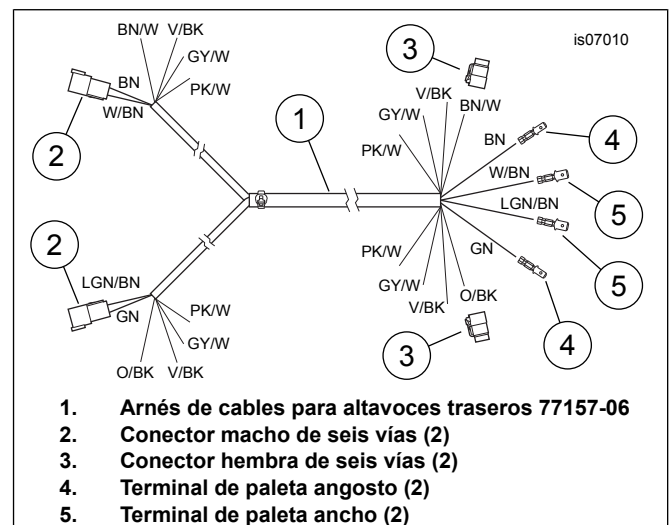
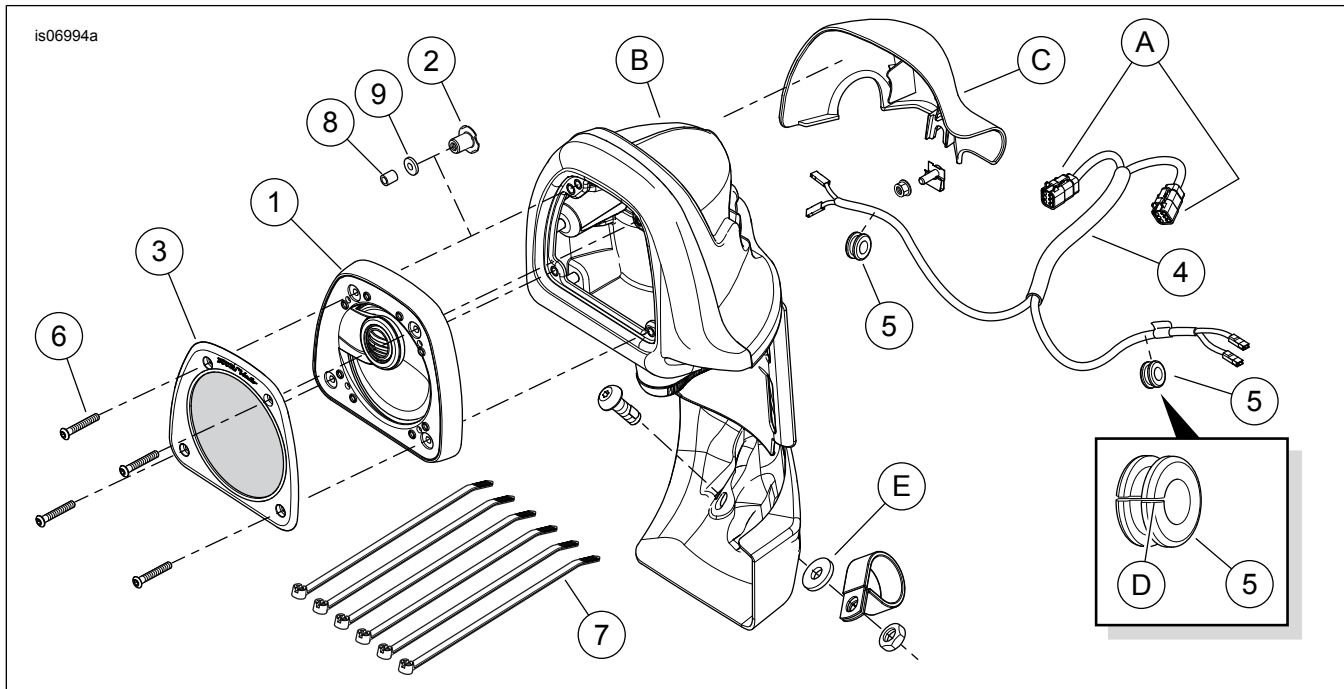

Figura 3. Arnés, altavoz del fuselaje inferior al amplificador montado en la parte trasera
Figura 4. Piezas de servicio: Altavoces de fuselaje inferior BOOM! Audio
2. **Modelos equipados con partes inferiores del fuselaje:** Vea Figura 4. Extraiga los fuselajes inferiores (B) de acuerdo con las instrucciones en el Manual de servicio. Deseche las arandelas de caucho (E) en la parte inferior del fuselaje.
6. En la parte trasera de la guantera, mida una distancia de aproximadamente 25 mm (1.0 in) hacia atrás (8) y 12 mm (0.5 in) hacia arriba (9) desde los bordes de acoplamiento de la tapa del fuselaje inferior (zona sombreada), y perforo un agujero de 9,5 mm (3/8 in) (10) en el lado interior de la pared de la guantera.
8. Vea Figura 4. Tome el arnés de cables del fuselaje inferior (4) del kit.
9. Tome el fuselaje inferior izquierdo o el derecho. Vea Figura 4, inserción. Haga un corte (D) en una de las arandelas aislantes (5) desde el borde exterior hasta el agujero central, y pásela por los cables del tramo correcto (lado derecho o lado izquierdo) del arnés de cables del fuselaje inferior (4), hasta que quede aproximadamente a 100 mm (4.0 in) del inicio del conducto en el extremo con dos terminales hembra.
2. **Acoplamiento de los conectores del altavoz del fuselaje inferior:** Vea Figura 4. Haga coincidir el color de los cables de las cavidades 5 y 6 de los conectores hembra de seis vías (A) del arnés de cables del fuselaje inferior (4) con el de los conectores machos de seis vías del arnés de la radio [41A] y [42A] o del arnés superpuesto Non-Ultra. Enchufe los conectores hembra del altavoz derecho e izquierdo en los conectores macho correspondientes. **Con arnés de la radio y SIN amplificador delantero: Con arnés de la radio Y amplificador delantero:** Inserte los cuatro cables con terminación dentro del conector del arnés de la amplificador [149B]. Vea las instrucciones del kit del amplificador Boom! Audio.
Vea Figura 3. Se necesitarán los siguientes artículos: un arnés de cables para altavoces traseros (Artículo 1, pieza № 77157-06), dos terminales de paleta de 4,8 mm (0.19 in) (Artículo 4, pieza № 72438-06), dos terminales de paleta de 6,4 mm (0.25 in) (Artículo 5, pieza № 72446-06) y seis correas de cables (pieza № 10006).
8. Conecte los conectores macho (Figura 3, Artículo 2) del arnés de cables para altavoces traseros a los conectores hembra (Figura 4, Artículo A) del arnés de cables de los altavoces del fuselaje inferior. Vea "CONEXIÓN DEL ARNÉS DEL FUSELAJE INFERIOR" al comienzo de estas instrucciones para obtener información acerca del color de los cables, y luego lleve a cabo los pasos 3 y 4 de esa sección.